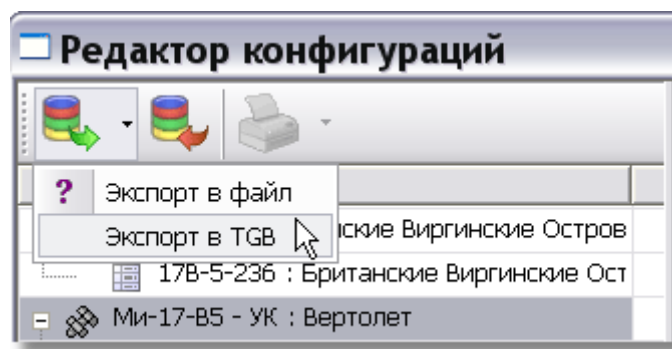

Рис. 82
2. Нажмите на значок  справа от кнопки **Экспорт данных** и выберите команду **Экспорт в TGB** (Рис. 82).